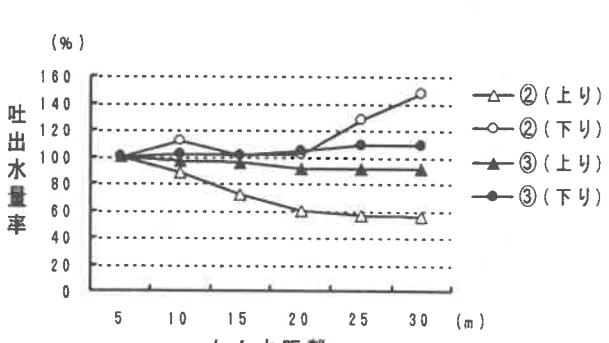

図5 勾配が付いた場合のかん水精度の変化
- 3 2.1%の勾配をつけた場合、かん水距離30mの地点における吐出水量率の差は、散水タイプは勾配の上りでは-45%、下りでは+47%に対して、点滴タイプは上りでは-10%、下りでは+8%であり、均一なかん水精度を確保できる（図5）。